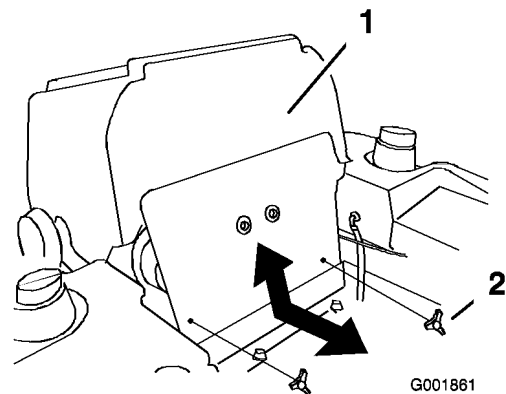

Figura 44
1. Incline el asiento hacia adelante y retire el panel delantero del motor (Figura 44).